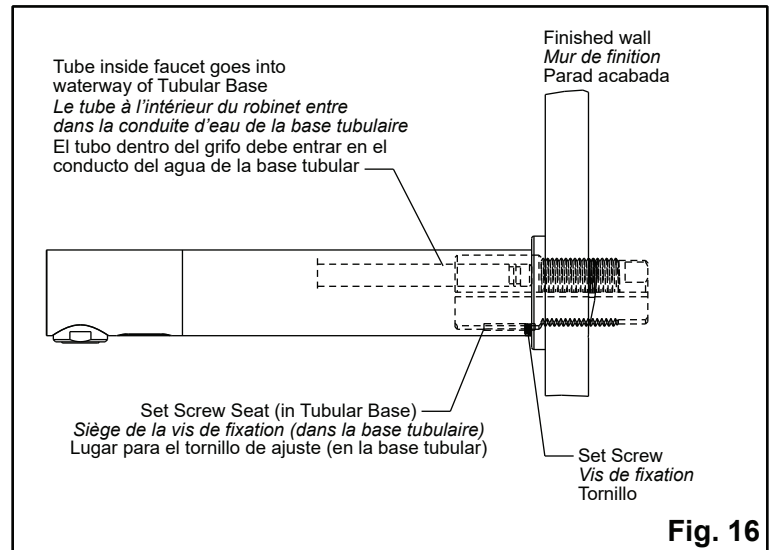

Fig. 16
19. Install faucet to the tubular base, making sure that the aerator at the spout will be installed facing the washbasin and tube inside faucet goes into waterway in tubular base. See Figure 16.
19. Installez le robinet sur la base tubulaire en veillant à ce que l'aérateur du bec soit face à la cuvette et que le tube à l'intérieur du robinet entre dans la conduite d'eau de la base tubulaire. Voir la figure 16.
20. Tighten set screw into set screw seat to tighten down the faucet. See Figure 16.
20. Serrez la vis de fixation dans son siège pour serrer le robinet. Voir la figure 16.